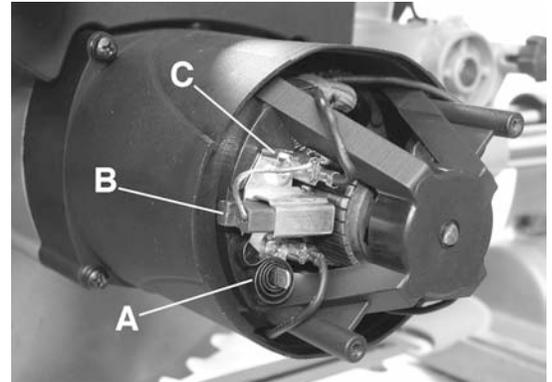
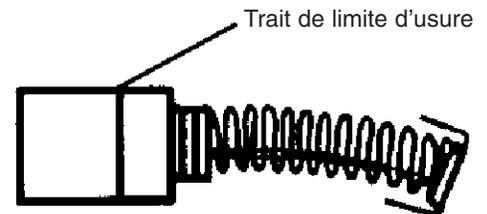

Figure 23
Figure 24
Une fois que le couvercle du boîtier du moteur est retiré, vous pouvez retirer les balais de carbone (B) Fig.23. Abaissez le ressort de retenu (A), débranchez le fil (C) du balai de carbone et retirez et vérifiez-le. Répétez cette étape pour l'autre balai de carbone. Remplacez-les quand l'usure est telle qu'il a atteint le trait de limite d'usure, Fig.24. Maintenez-les en état de propreté.